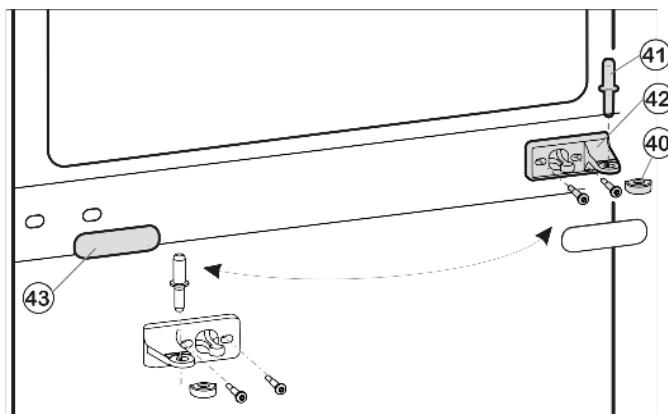

Fig. 11
- ▶ Вытащите из опорного кронштейна и нижней дверцы средний опорный палец Fig. 11 (41).
- ▶ Пластмассовый колпачок Fig. 11 (40) снимите.
- ▶ Снимите средний опорный кронштейн Fig. 11 (42).
- ▶ Осторожно снимите накладку Fig. 11 (43).
- ▶ Открутите средний опорный кронштейн Fig. 11 (42) и прикрутите его с поворотом на 180° на новую сторону шарнира.
- ▶ Снова защелкните накладку Fig. 11 (43) на стороне, где теперь будет ручка.
- ▶ Вставьте средний опорный палец Fig. 11 (41) через средний опорный кронштейн Fig. 11 (42) в крепление нижней дверцы.
- ▶ Установите пластмассовый колпачок Fig. 11 (40).
- ▶ Установите верхнюю дверцу на средний опорный палец Fig. 11 (41), закройте дверцу и установите верхний опорный кронштейн Fig. 8 (23) так, чтобы он защелкнулся в верхней стороне устройства.